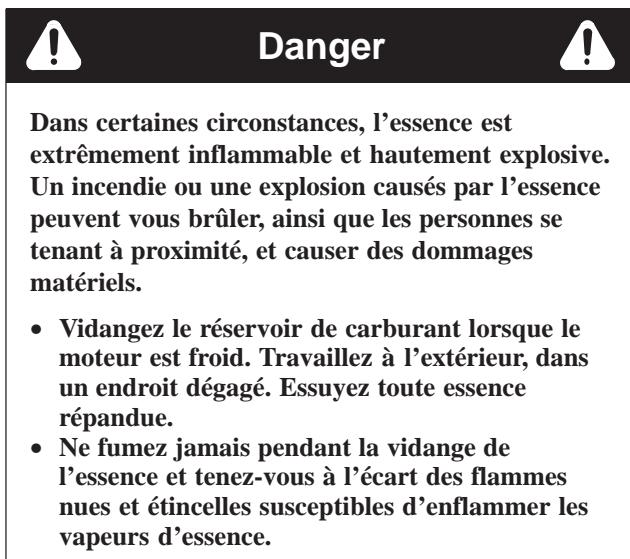

Figure 20
- Vous devez déposer le réservoir de carburant pour accéder à la bougie arrière (Fig. 20).
3. Connectez les fils aux bougies (Fig. 20).